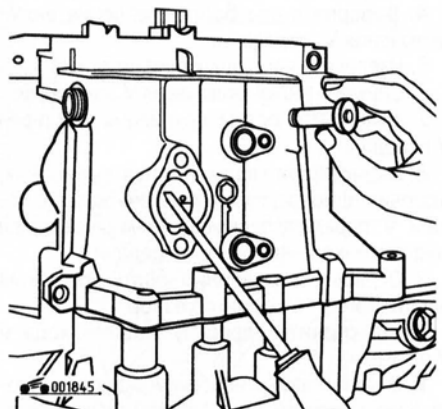

Рис. 5.20. Выравнивание осей вилок с помощью отвертки и цапфы
17. Для выравнивания осей вилок (рис. 5.20) и установки цапф вилок включения передач вставьте отвертку в окно коробки передач и ориентируйте механизм переключения так, чтобы можно было установить цапфы.